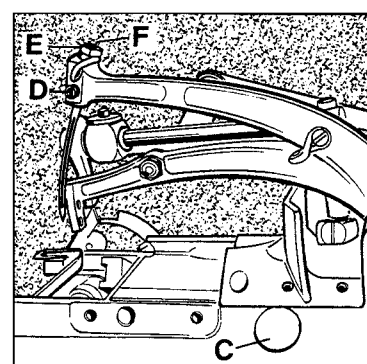

Fig.7
If adjustment is required remove plug (C, Fig. 7). Set screw for looper shaft is accessible through this hole. Loosen the screw and move the looper shaft to the right or to the left to obtain the 4 mm (5/32") respectively the 3.6 mm (9/64") distance. The looper point should pass as close as possible to the back of the needle without contacting it. Clearance 0.08 to 0.13 mm (0.003 to 0.005 in.). Retighten screw and remount the plug.
If adjustment is necessary, loosen set screw (D, Fig. 7) and remove needle, then loosen lock nut (E) and regulate the height adjustment screw (A). Now reset stop screw (B) in feed dog to maintain the adjusted feed dog height.
Para lograr esto se remueve la tapa (C, Fig. 7) para llegar al tornillo que fija el eje del looper. Soltar el tornillo, mover el eje del looper hacia la izquierda o hacia la derecha hasta que se logra la distancia de 4 mm. La punta del looper deberia pasar lo mas cerca posible de la parte trasera de la guja pero sin tocarla. La altura recomendada es de 0.08 a 0.13 mm. Fijar el tornillo y montar la tapa otra vez.
Para lograr esto se remueve la aguja soltando el tornillo (D, Fig. 7). Después se suelta la tuerca (E) y regula con el tornillo (F) la altura correcta. Fijar posición apretando otra vez la tuerca (E).